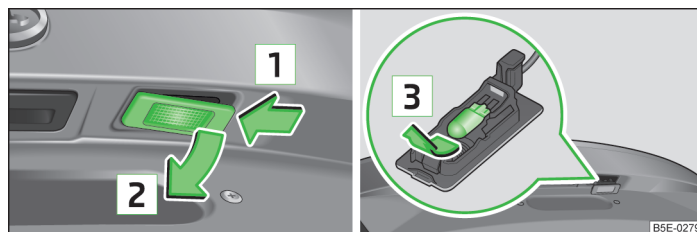

Fig. 228 Smontaggio luci targa/Sostituzione lampadina
- Premere le luci nel senso indicato dalla freccia **1** » fig. 228.